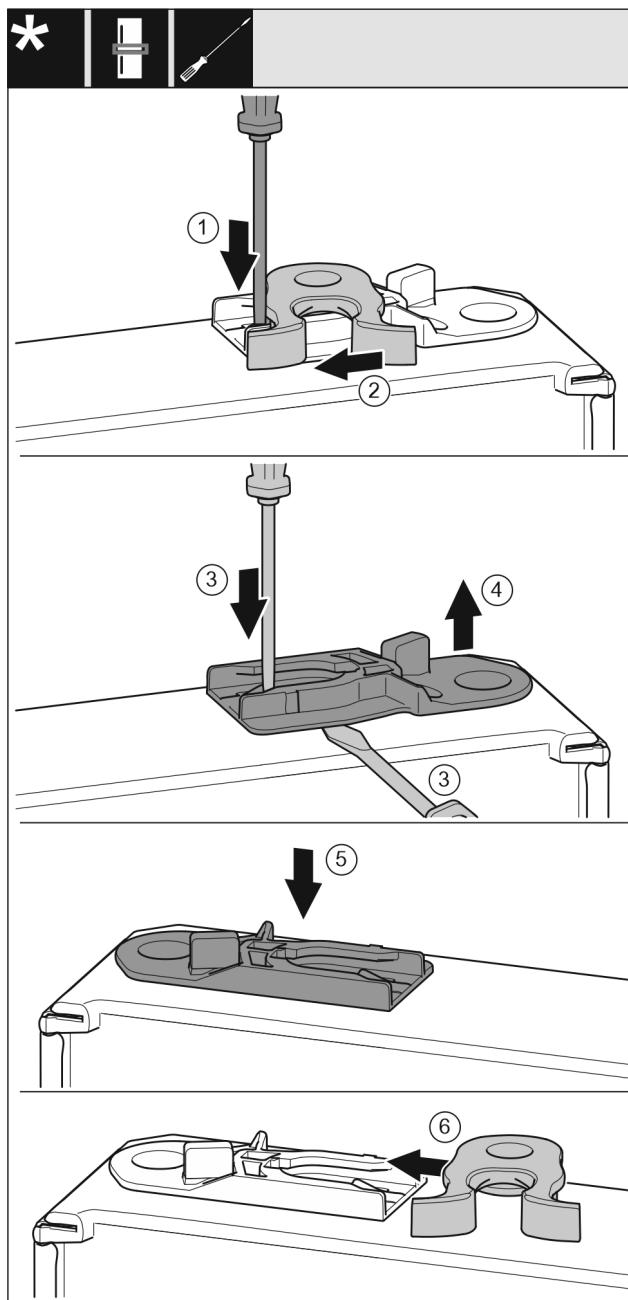

Fig. 19
- Trykk tappen Fig. 19 (1) ned med en skrutrekker.
- Trekk låsekroken Fig. 19 (2) ut av skinnen.
- Trekk ut føringshylsen Fig. 19 (3, 4): Trykk tappen med en skrutrekker samtidig som du skyver en skrutrekker under føringshylsen.
- Skyv føringshylsen Fig. 19 (5) som er vedlagt i leveringsomfanget inn på den andre siden av huset.
- Skyv låsekroken Fig. 19 (6) inn i skinnen.